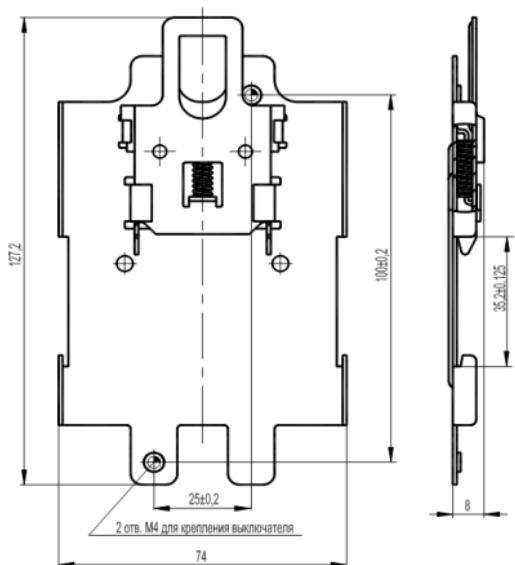

Рисунок 4 –
2.3.2.10 Форма контактного элемента За ГОСТ IEC 60947-5-1 рисунок 4д (контактный элемент двойного разрыва с четырьмя выводами на два направления. Замыкающий и размыкающий контакты имеют одну и ту же полярность – электрически не разделены).
- закрепить выключатель с адаптером на DIN рейку и подключить проводники главной цепи и выводы дополнительных сборочных единиц в соответствии со схемой (рисунок 4).